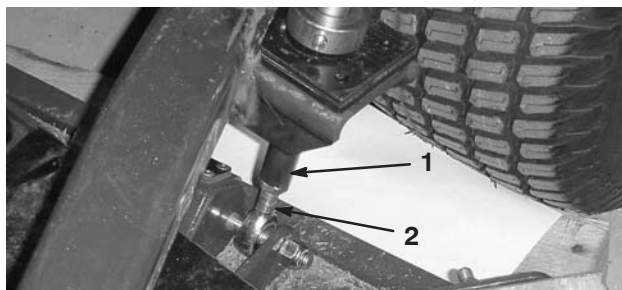

Figure 26
6. Desserrez les écrous de blocage en bas des tiges de réglage de hauteur de coupe (Fig. 26).